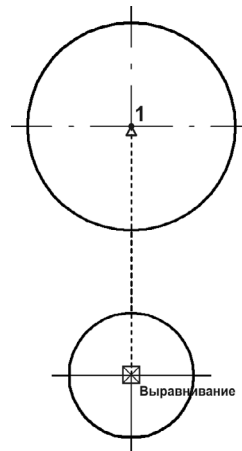

Рис. 61.3.
4. Постройте окружность радиусом 7,5 мм с осями симметрии. Положение центра окружности по горизонтали задайте с использованием локальной привязки **Выравнивание**. По вертикали задайте его положение «на глаз» (рис. 61.3).